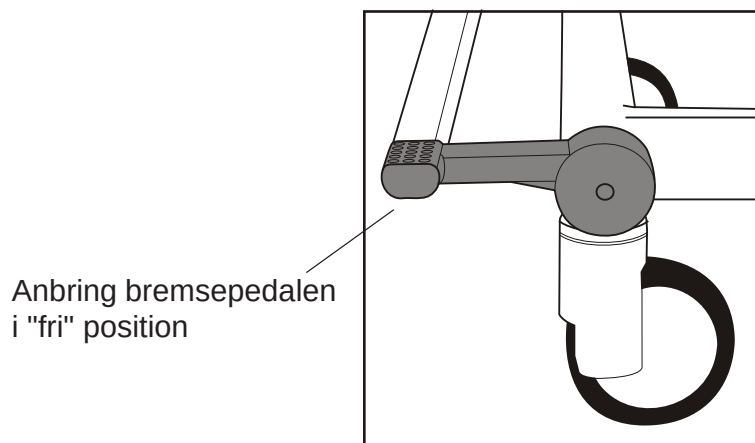

Fig. 6 - Fri
2. Kontrollér, at bremserne ikke er slået til, og at bremsepedalen er i positionen "fri". (Se fig. 6)